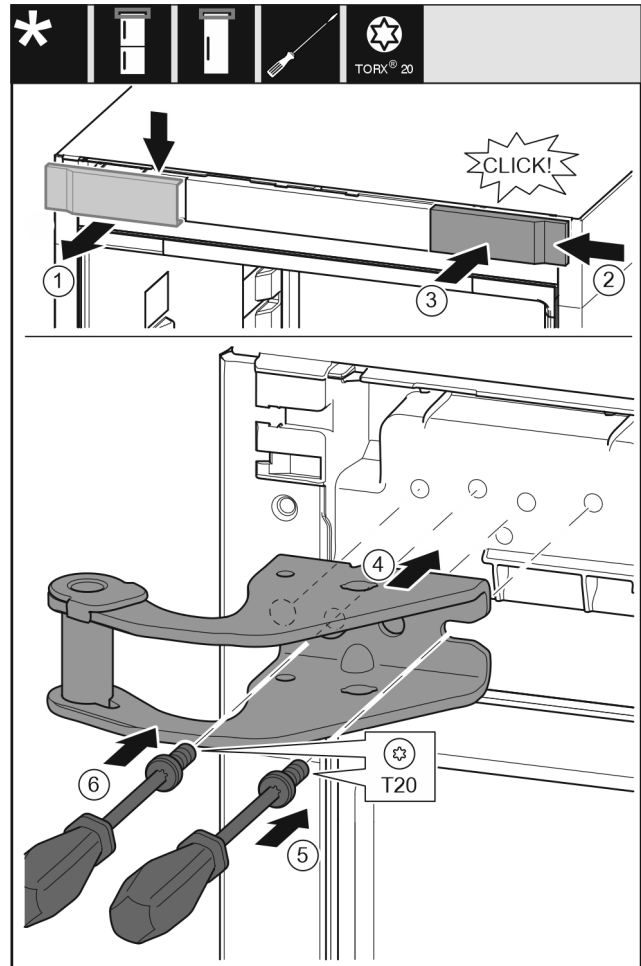

Fig. 14
- Odoberte kryt zhora dopredu. Fig. 14 (1)
- Kryt zaveste na druhú stranu sprava otočený o 180°. Fig. 14 (2)
- Kryt zaklapnite. Fig. 14 (3)
- Nasadte hornú ložiskovú konzolu. Fig. 14 (4)
- Skrutku nasadte a pevne zaskrutkujte skrutkovačom T20. Fig. 14 (5)
- Skrutku vložte a pevne zaskrutkujte skrutkovačom T20. Fig. 14 (6)